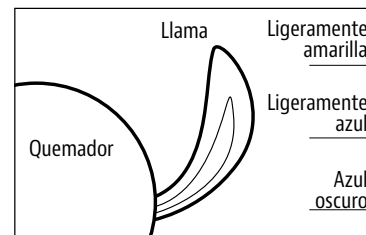

FIG. 3
- Tras el encendido, observe si hay llama en el quemador. Asegúrese de que todos los puertos del quemador estén prendidos y que la altura de la llama coincida con la imagen. **Fig. 3.**